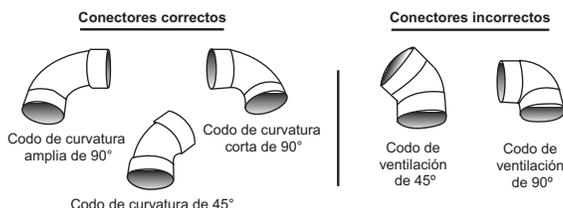

Figura 12. Conectores de tuberías correctos e incorrectos
4. Se debe usar un máximo de 6 codos por tubería. Use sólo codos de curvatura amplia y corta. Consulte la Figura 12 para obtener más información.
IMPORTANTE: No use codos de ventilación en esta instalación de tubería de ventilación. Consulte la Figura 12.